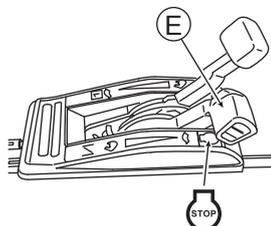

Abb. 19 37
6. Um die Mäharbeit zwischendurch zu unterbrechen oder zu beenden, stellen Sie den Kupplungshebel (B) und Klinglebel (C) zurück und anschließend den Gashebel (E) auf "STOP", um den Motor abzustellen. (Siehe Abb. 19)